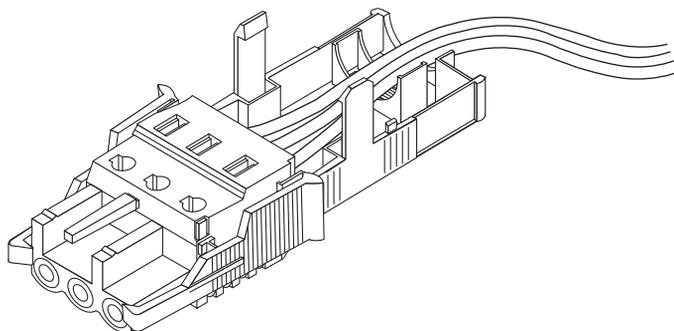

FIGURA 2-10 Inserimento dei fili dalla parte inferiore dell'alloggiamento
2. Dirigere i tre fili provenienti dalla fonte di alimentazione CC nell'apertura posta in fondo alla parte inferiore dell'alloggiamento, come mostrato nella FIGURA 2-10.